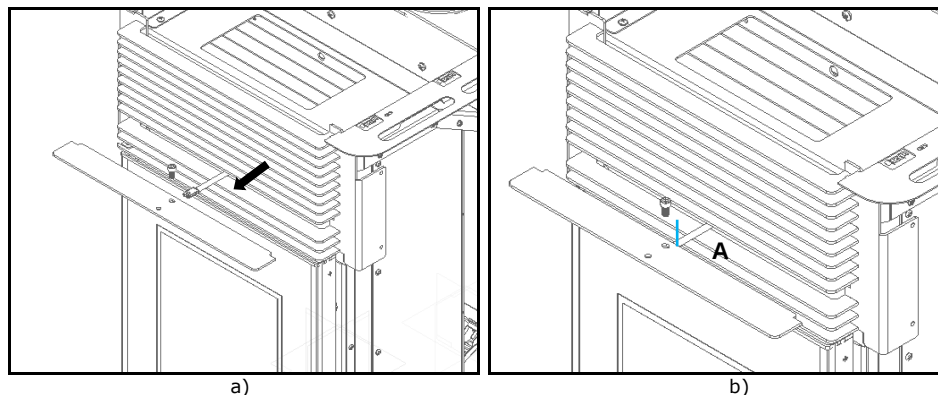

Figura 93 – Pala de agarre de registro
b) Entonces tire de la varilla de registro hacia delante (Figura 93-a), alineando el orificio de la varilla y el orificio de la solapa y se unen con un tornillo **A** (DIN 7991 M6x10).